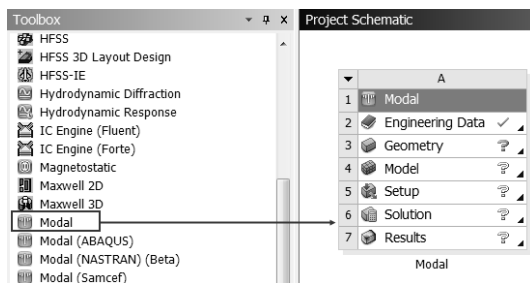

图 6-4 创建分析项目 A
Step2 :双击主界面 Toolbox (工具箱)中的 Analysis Systems Modal (模态分析)命令,即可在 Project Schematic (项目管理区)创建分析项目 A,如图 6-4 所示。